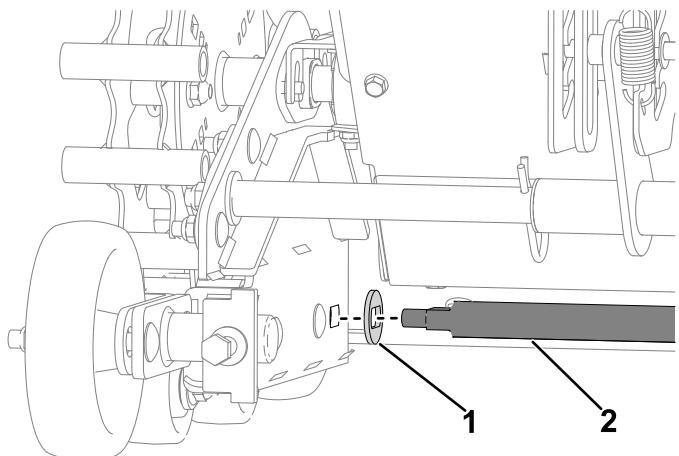

Рисунок 32
- Установите две специальные шайбы на новую поворотную штангу. Проденьте новую поворотную штангу со специальными шайбами через узлы гусениц и опорную пластину, закрепите 2 новыми контргайками ($\frac{3}{8}$ дюйма) (Рисунок 32).